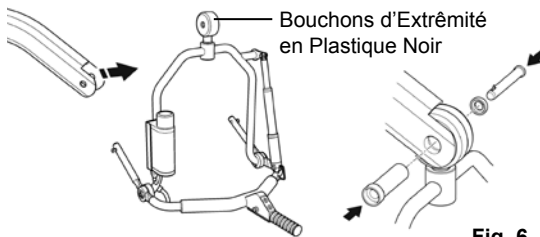

Fig. 6
Pour l'installer, soulevez l'arceau 4 points réglable électriquement vers le créneau du mât de charge. Insérez la chemise de l'axe dans le mât de charge du lève-personne, le bouchon d'extrémité* en plastique noir et le pivot de l'arceau. Une fois la chemise de l'axe installée et qu'elle soutient le poids de l'arceau réglable électriquement, réinsérez entièrement l'axe de verrouillage dans la chemise jusqu'à ce qu'il se bloque dans la bonne position (voir fig. 6).
- Avant d'utiliser l'arceau 4 points réglable électriquement, assurez-vous que l'axe de verrouillage est poussé jusqu'au taquet comme indiqué sur les figures 6 et 7 de la page 19.